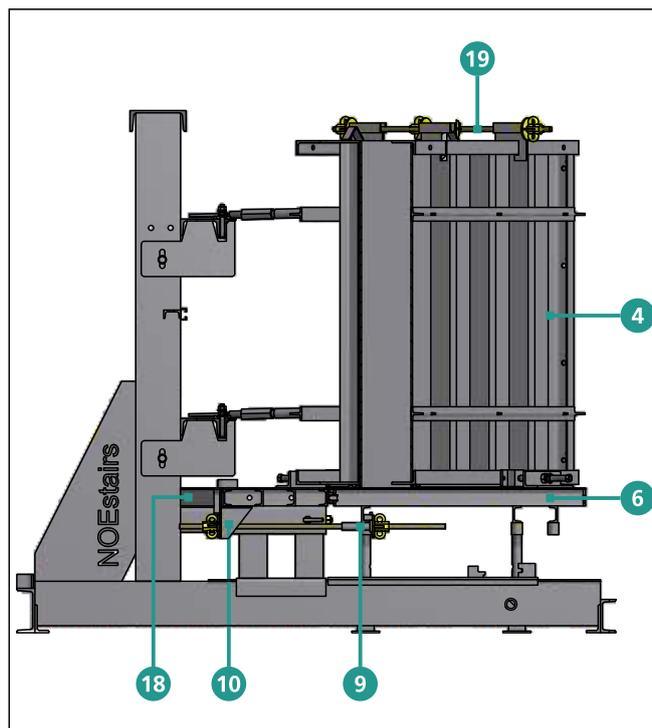

Figure 13.2
2. Fixer la plate-forme au prolongement de la marche du haut longitudinalement par des boulons de fixation 17 et renforcer l'entretoisement (cf. figures 13.2 et 13.3).